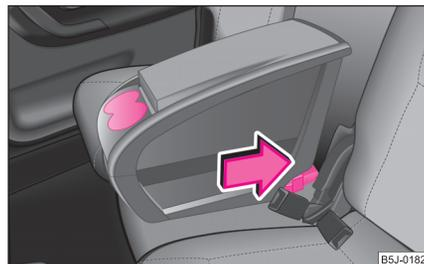

Abb. 89 Ablagebox
- Schieben Sie die Befestigungsarme der Ablagebox in die Halteösen des Befestigungshalters, bis sie hörbar einrasten ⇒ Abb. 89.